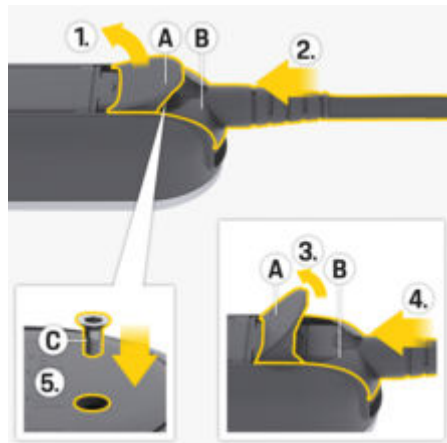

Bild 140: Fästa nätkabeln och fixera kontakten
1. Öppna lucka **A** (Bild 140) ungefär 15 grader (endast så mycket att kontakt **B** (Bild 140) passar in i manöverenheten).
2. Skjut in kontakten **B** (Bild 140) till det första motståndet i manöverenheten.
3. Öppna lucka **A** (Bild 140) helt.
4. Skjut in kontakten **B** (Bild 140) helt.
5. Stänga lucka **A** (Bild 140) helt och skruva åt med skruv **C** (Bild 140).